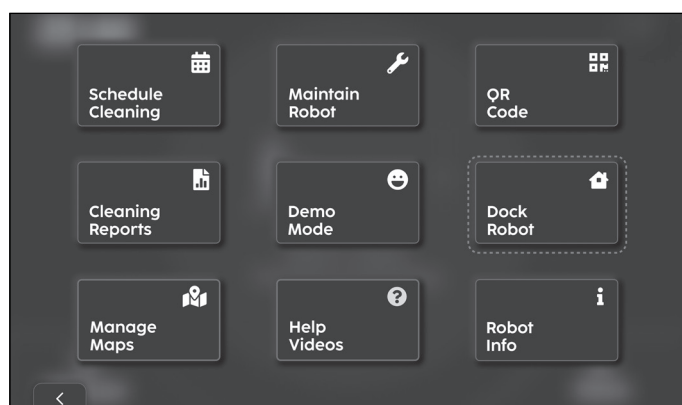

Abbildung 60
- Wählen Sie „Roboter andocken“ (Abb. 60).
3. Wählen Sie auf dem Touchscreen „Roboter andocken“ (**Abb. 60**).